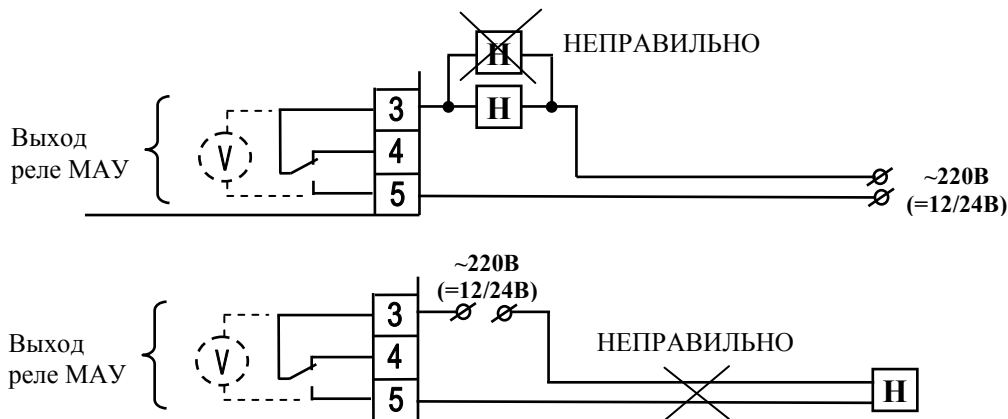

Рис.4. Неправильные схемы подключения нагрузки к модулю.
6.1.3. На рис. 4 показаны наиболее часто встречающиеся ошибки подключения нагрузки к контактам МАУ.
Как демонстрирует рис.4, МАУ обеспечивает контроль исправности цепи только одной подключенной нагрузки – обрыв цепи второй нагрузки обнаружен не будет.
При этом для эффективного контроля исправности нагрузки рекомендуется устанавливать МАУ вблизи нее (см. рис.2). При работе с удаленной нагрузкой, как показано на рис.4, короткое замыкание в проводах, питающих нагрузку, обнаружено не будет.